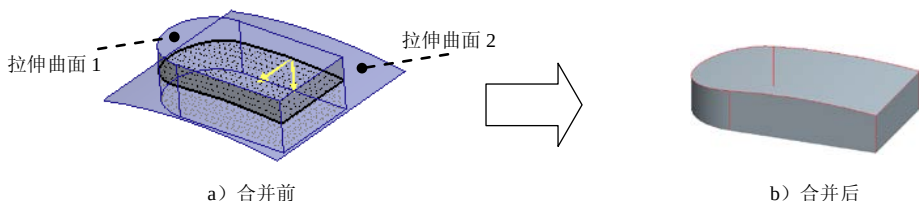

图 6.6.11 合并曲面 1
Step3. 创建曲面合并 1。按住 Ctrl 键，选取图 6.6.11 所示的曲面 1 和曲面 2 为合并对象；单击  按钮，单击  按钮，完成曲面合并 1 的创作。